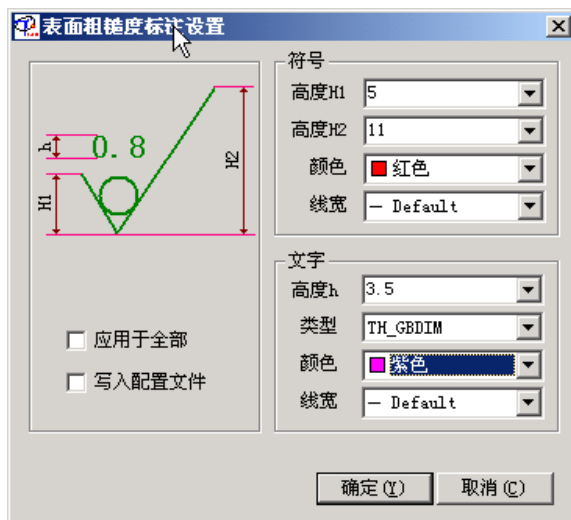

图 8-3
3. 鼠标点取图 8-2 中的“设置(S)按钮。点取后出现对话框, 如图 8-3。在此可以改变粗糙度符号的文字高度、颜色、线宽等属性。